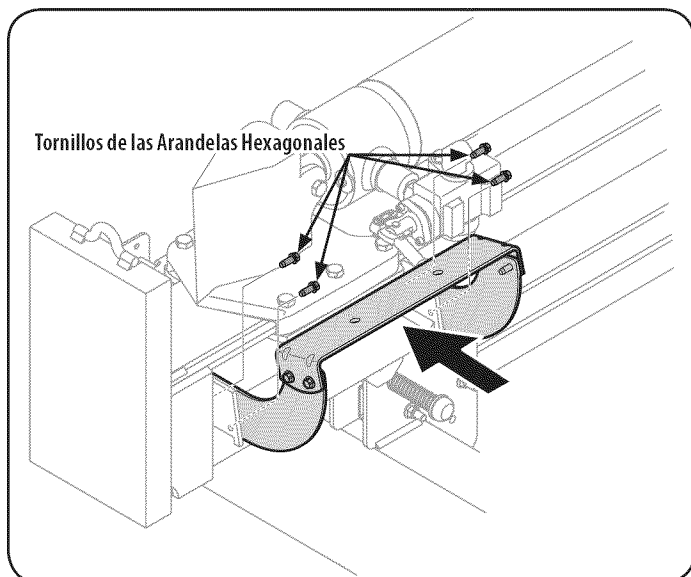

Figura 9
20. Vuelva a colocar el bastidor de troncos al costado de la vigueta con la válvula de control, alineando los orificios del bastidor con los orificios de la vigueta. Vea la Figura 9.